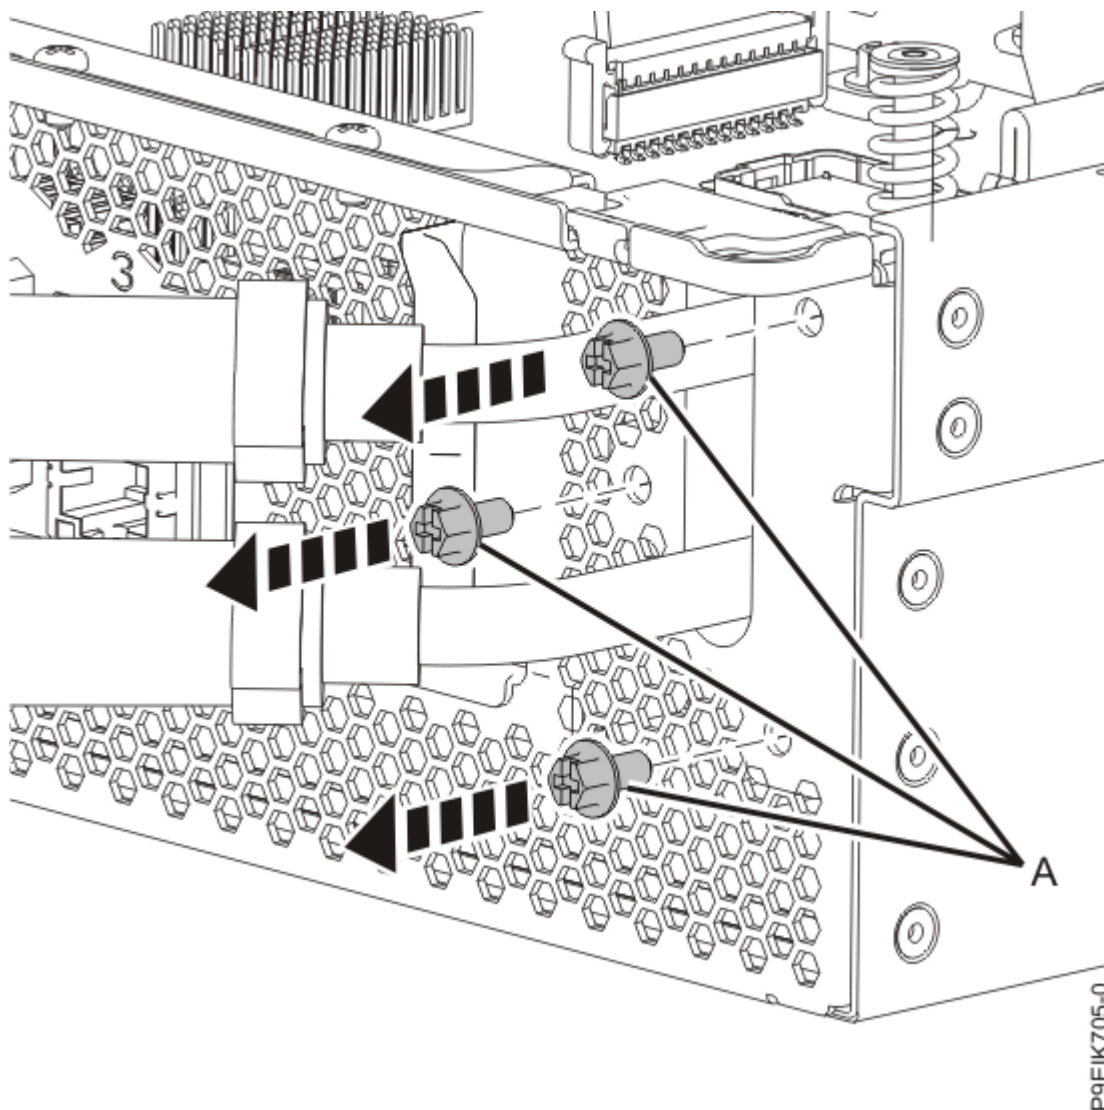

Figura 6. Extracción de los tornillos de las mangueras de agua posteriores
3. Extraiga los tres tornillos **(A)** que fijan las mangueras de agua a la parte posterior del sistema, tal como se muestra en la Figura 6 en la página 10.